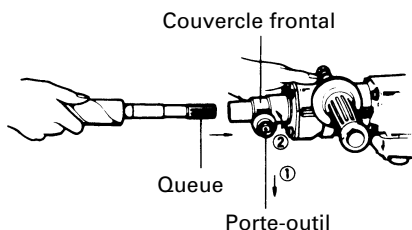

Fig. 3
(1) Nettoyer, puis graisser la queue de l'outil avec la graisse fournie à cet effet.
(2) Tirer le porte-outil dans la direction de la flèche ① et le tourner dans la direction de la flèche ② (sens antihoraire). Insérer à fond la queue de l'outil dans le trou hexagonal du couvercle frontal. (Fig. 3)
(3) Retourner le porte-outil pour fixer l'outil.